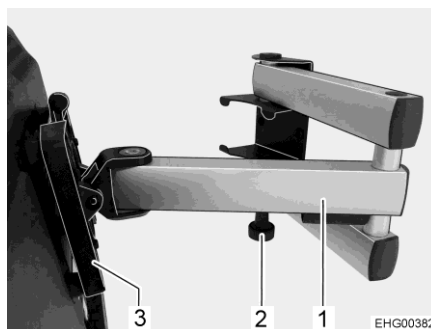

Bild 76 Fäste (tvådelad ledad arm)
- Dra i låsknappen (Bild 76,2). Den ledade armen (Bild 76,1) är upplåst.
- Vrid tillbaka den platta bildskärmen till utgångsläget, tills hållaren (Bild 76,3) hakar hörbart fast i låset.